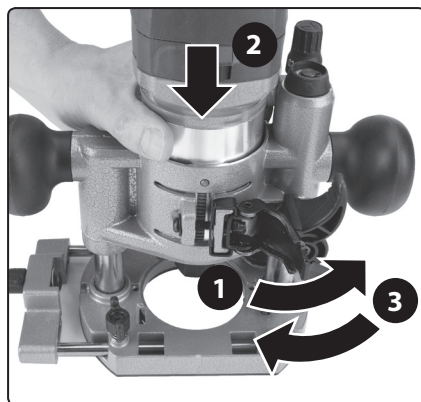

Abb. 23
- Öffnen Sie den Klemmhebel der Tauchgrundplatte (Schritt 1., Abb. 23) und setzen Sie die Motoreinheit so in die Tauchgrundplatte ein, dass sich die vertikale glatte Nut am Fräsekkörper an der Stelle des Kolbenplattenstifts befindet. Setzen Sie dann die Motoreinheit in die Tauchgrundplatte ein (Schritt 2., Abb. 23). Rasten Sie dann den Klemmhebel der Tauchgrundplatte ein (Schritt 3., Abb. 23).